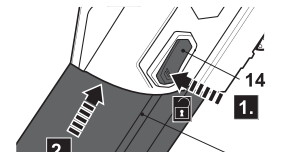

Fig. 3
- > Appuyez sur la partie avant du bouton de verrouillage [14] (Fig. 3, étape 1) et repoussez le tube télescopique [13] à sa position de rangement initiale (Fig. 3, étape 2).